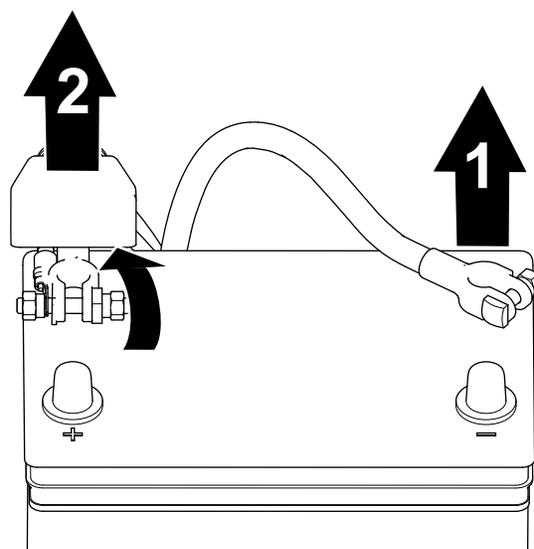

Figura 39
2. Retire el cable negativo del borne de la batería (Figura 39).
3. Eleve el aislante y retire el cable positivo de la batería del borne de la batería (Figura 39).